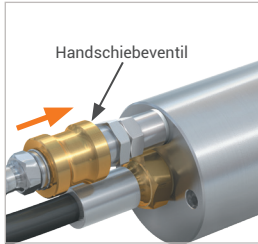

Abbildung 6
- ▶ Schieben Sie Schieberhülse des Handschiebeventils (Pos. 6) nach vorne (Abbildung 6). Der Steuerdruck wird zugeführt. Die elastischen Frontdichtungen (Pos. 7) oder Hauptdichtungen (Pos. 8) werden komprimiert, der Adapter zieht sich selbstständig an den Prüfling an und stellt eine druckdichte Verbindung her.